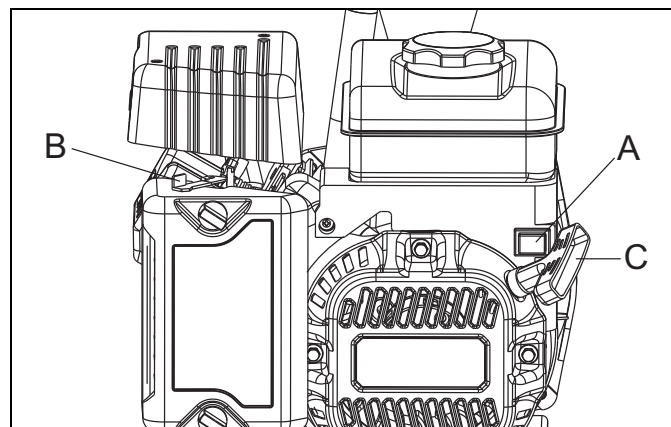

Figura 5-3. Puesta en marcha de la bomba de agua CW15
1. Coloque el interruptor del motor (A) en la posición ON (Figura 5-3.).
2. Mueva la palanca del cebador (B) a la posición CHOQUE (Cebado).
3. Fije la unidad contra movimientos al tirar del asa de arranque (C).